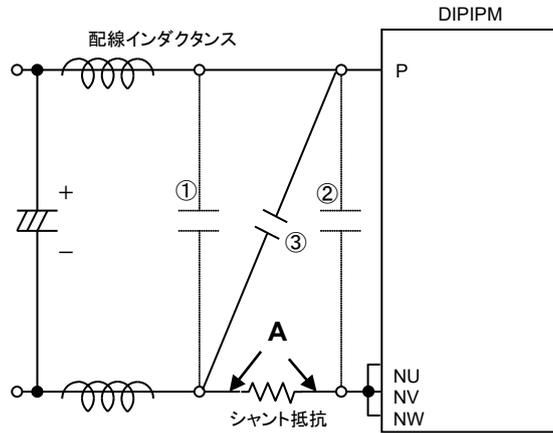

図 3-1-8 スナバ接続回路
図 3-1-8 のように、スナバコンデンサの挿入位置として①と②が考えられます。サージ電圧を最大限に除去するためにはスナバコンデンサを②の位置に設置する必要がありますが、シャント抵抗にはスナバコンデンサを通して充放電電流 (配線インダクタンスとスナバコンデンサの共振電流) が流れます。配線インダクタンスが大きい場合、この充放電電流で短絡保護回路が動作する場合がありますので注意が必要です。